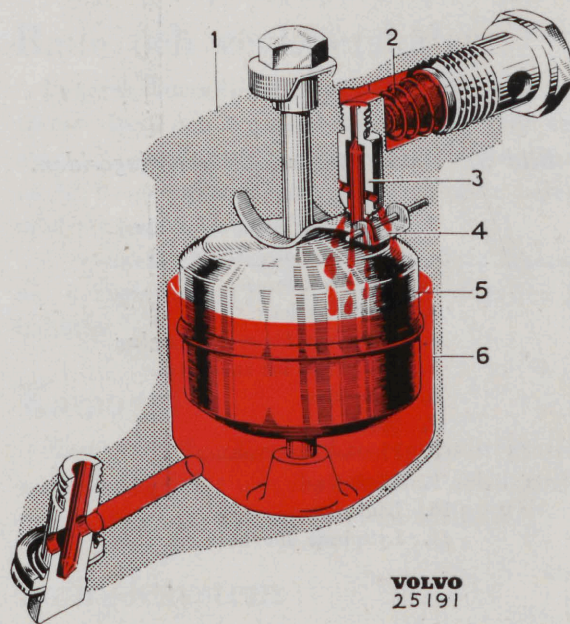

Bild 7. Flottörsystem.
Genom flottörsystemet avpassas bränsletillflödet så, att rätt bränslenivå erhålles i förgasaren. Flottörsystemet består av ett vid förgasarhuset medelst gummipackningar flexibelt fastskruvat flottörhus, (6, bild 7) med flottör (5), lock (1) och den ledbart fästade hävarmen (4) samt nålventilen (3), fastskruvad i locket. I locket finns en sil (2) med fjäder. Flottören styres av centrumskraven i flottörhuset.